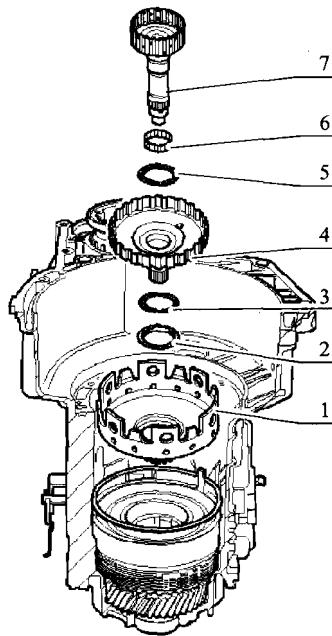

图 5-28 将大太阳轮到小输入轴部件装入变速器壳体
(4) 装入倒挡制动器  $B_1$  的内、外片。装入压盘, 扁平面朝向制动片。压盘厚度按制动片数量不同有所不同。装入蝶形弹簧, 凸起面朝向单向离合器。如果更换变速器壳体、单向离合器、倒挡制动器  $B_1$  活塞和摩擦片, 则需要调整倒挡制动器  $B_1$ 。
(5) 用专用工具 3276 张开单向离合器滚子并装上单向离合器。安装单向离合器卡环, 卡环的开口对在定位楔上。安装隔离管卡环。
- (6) 安装变速箱转速传感器 G38, 测量制动器 B1。
(7) 将大太阳轮到小输入轴部件装入变速器壳体, 如图 5-28 所示。